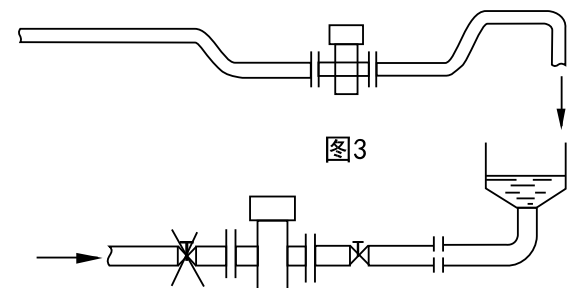

图3
- (3) 对用于引入或排放的管线，流量计应在管线的低区段安装。见图3